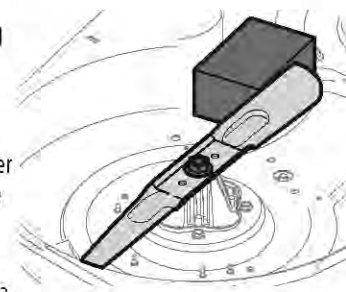

Figure 48
2. Placez un morceau de bois entre le boîtier du plateau de coupe et la lame de coupe pour empêcher tout mouvement. Voir Figure 48.
3. Placez un morceau de bois entre le boîtier du plateau de coupe et la lame de coupe pour empêcher tout mouvement. Voir Figure 48.